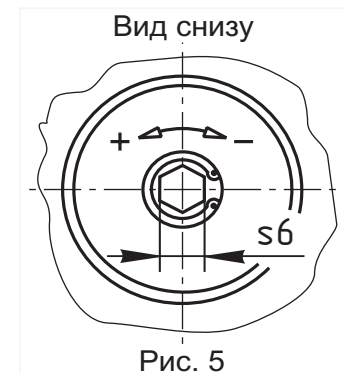

Рис. 5
4.4.4 При необходимости регулирования количества пропускаемого газа, используйте винт в нижней крышке (только для клапанов ВН...КЕ ст. фл.). Поворачивая винт в сторону знака «-» можно уменьшить количество пропускаемого через клапан газа (рис. 5).